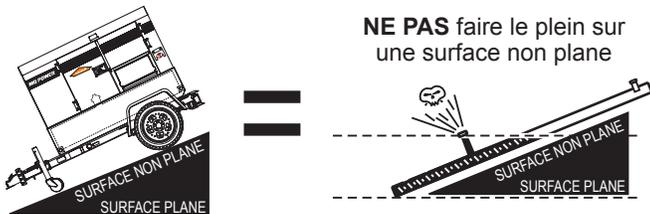

Figure 18. Remplir seulement sur une surface plane
3. **Garder le réservoir de niveau** — s'assurer que les piles à combustible soient de niveau avec le sol. Le non-respect de cette précaution peut entraîner le renversement de carburant du réservoir avant d'atteindre sa pleine capacité (Figure 18).